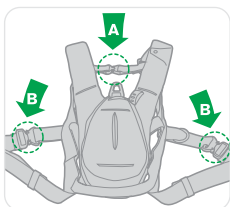

Figure 11
- Passez les bras dans les bretelles et attachez la boucle sternale (A) (voir Figure 11).
- Attachez les boucles des cuisses (**B**) (voir Figure 11). Réglez les sangles en les tirant à travers les boucles et en les réglant comme nécessaire pour obtenir un bon ajustage (voir Figure 14).